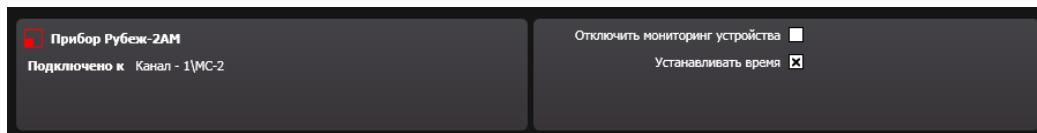

Рисунок 14.3.43 – Свойства устройств Рубеж-2АМ, Рубеж-4А, Рубеж-ПДУ,
4) При выделенной в рабочей области строке устройств Рубеж-2АМ, Рубеж-4А, Рубеж-ПДУ, Рубеж-БИ, MC-3, MC-4 или УОО-ТЛ поле свойств устройства отображает (Рисунок 14.3.43):